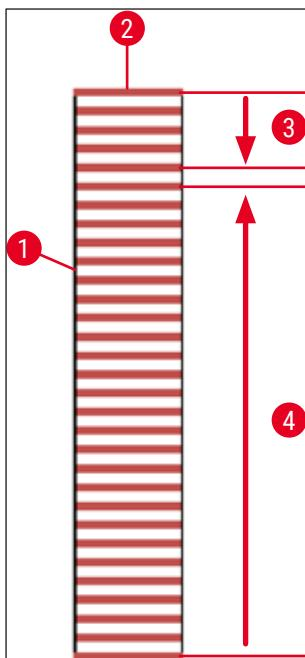

図74
処理中にスライドが乾燥するのを防ぐため、先頭の 5 枚のスライドを常に最初に封入処理します。次にラックを引き上げ、一番下にあるスライドから順に封入を続けます (→ 図74)。
- 図(→図74)を使って処理順を説明します。(→図74-1)はラックを、(→図74-2)はスライドを表します。